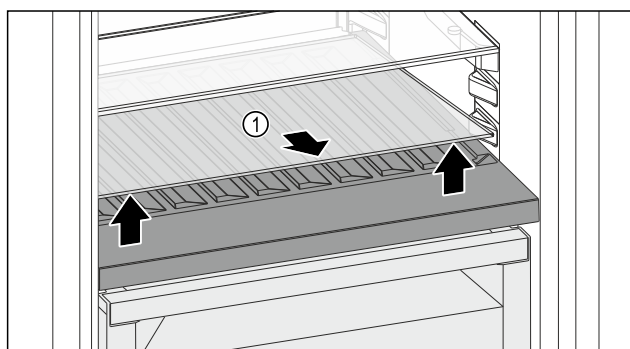

Fig. 226
- Приподнимите стеклянную пластину Fig. 226 (1) за выемку спереди и извлеките.
- Уложите стеклянную пластину Fig. 226 (1) на хранение вне устройства.
- Установите стеклянную пластину (2) под сменной полкой для хранения бутылок.